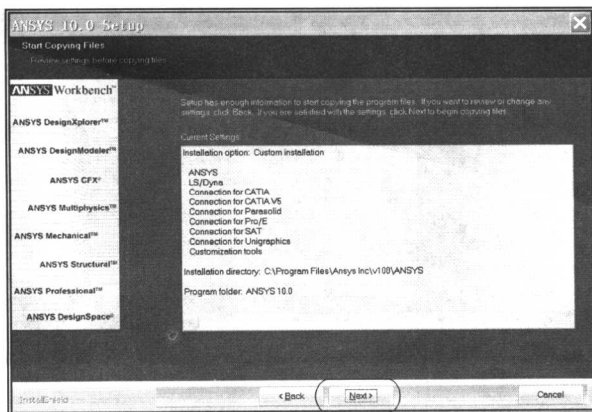

图 1-6 选择 ANSYS 安装设置结果
⑥ 出现 ANSYS 安装设置结果界面如图 1-6 所示, 单击 Next 按钮进行下一步安装。